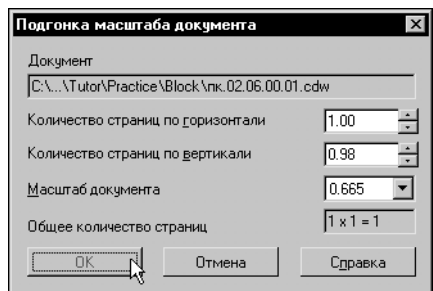

Рис. 51.133. Автоматический подбор масштаба печати документа
2. Используя счетчик, задайте в поле **Количество страниц по горизонтали** значение 1 рис. 51.133.
Автоматически будет рассчитан нужный коэффициент масштабирования, равный 0,98 (рис. 51.133). При этом количество страниц по обоим направлениям и общее количество станут равными 1.